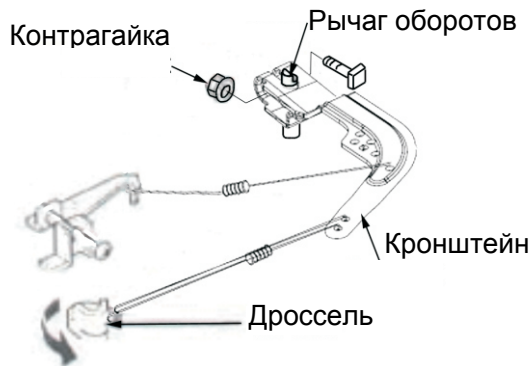

Рис.10. Регулировка рычага управления дроссельной заслонкой
- c. Переместите рычаг регулятора оборотов в тоже положение, что и кронштейн. Закрутите контрагайку. См. рис. 10.